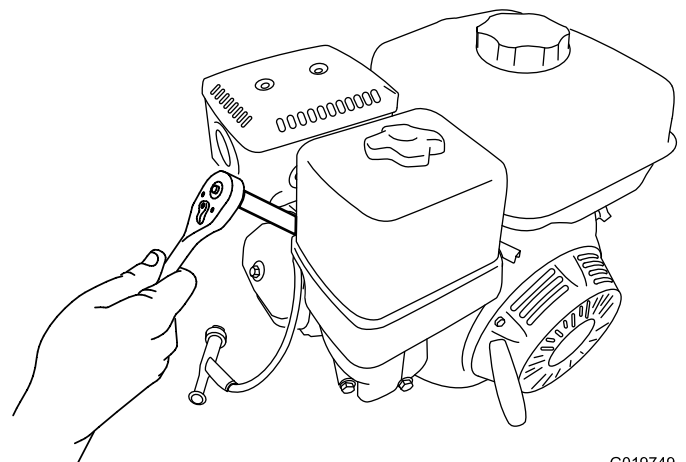

Figura 29
- Gire la bujía en sentido antihorario usando una llave para bujías de 20 mm (13/16 pulgada) para desmontar la bujía y la junta (Figura 29).
2. Gire la bujía en sentido horario usando una llave para bujías de 20 mm (13/16 pulgada) hasta que la bujía y la junta estén asentadas (Figura 29).